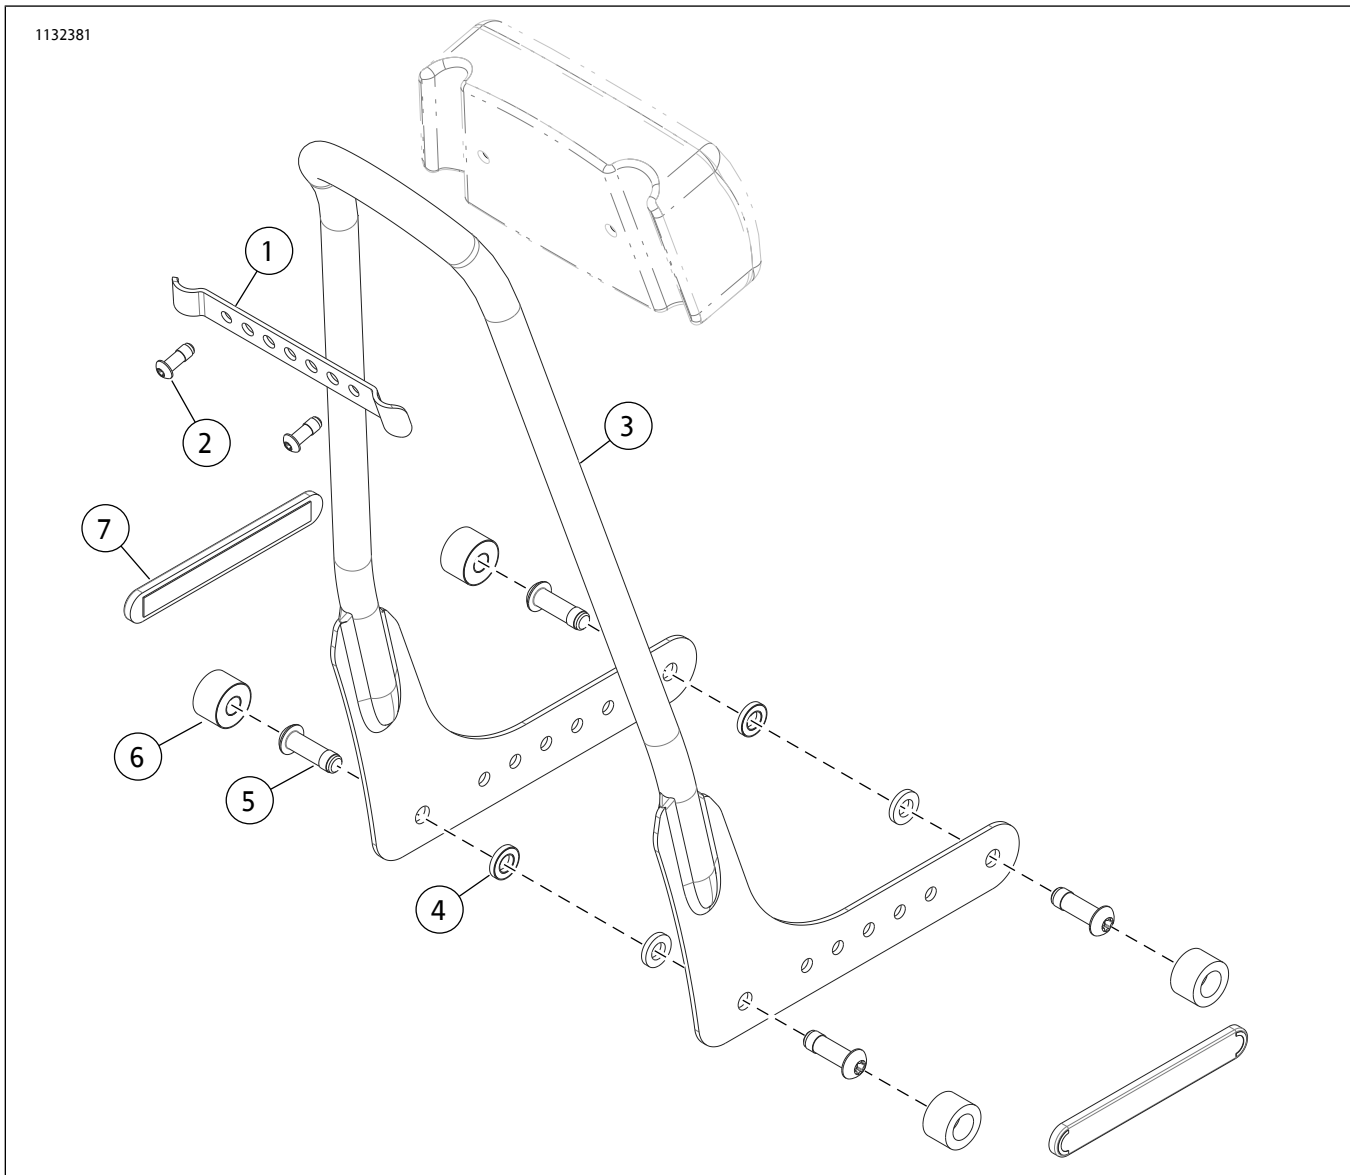

图2。
参见图2、表1和表2。
参见图2。将窄垫圈(4)安装至靠背组件(3)。
1. 参见图2。安装靠背组件(3)。
参见图2。将宽垫圈(6)安装至靠背组件(3)。